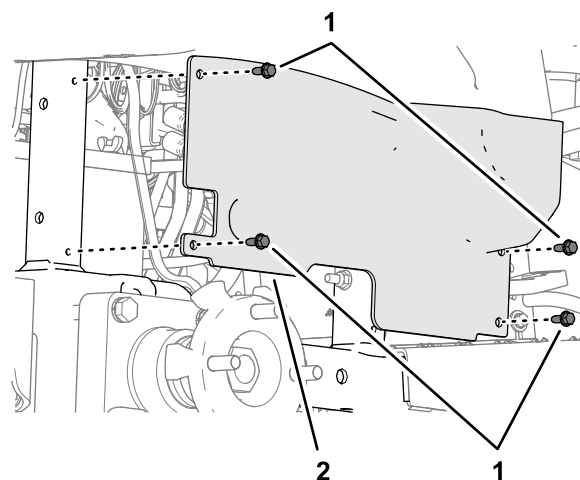

図 31
3. ホイールシュラウドを車体フレームに固定しているフランジキャップスクリュー $\frac{1}{4} \times \frac{5}{8}$ " 4本を外す 図 31。
6. ホイールシュラウドの穴を機体フレームの穴に合わせ 図 31、シュラウドをフレームに固定するステップ3で外したフランジキャップスクリュー1/4 x 5/8"4本を使用する。